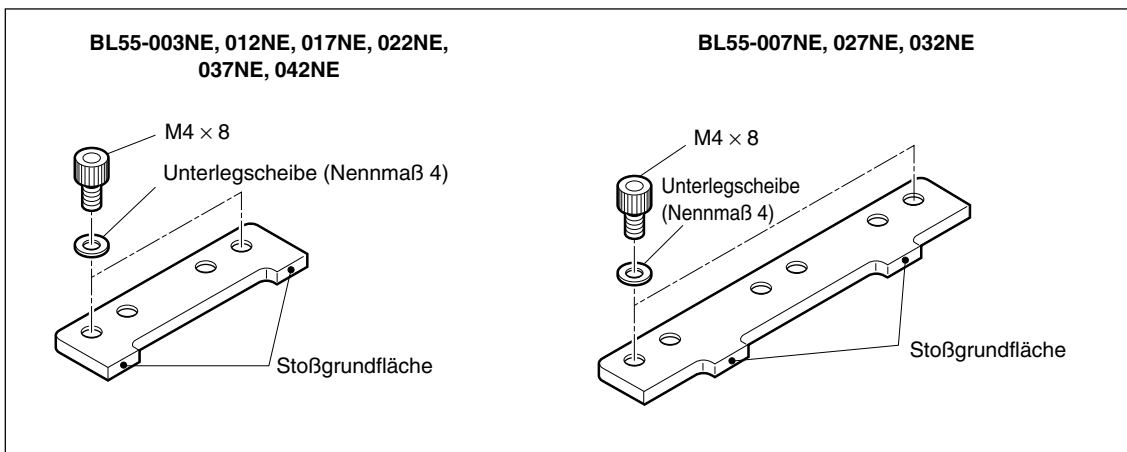

Abb. 3-3
- 4** Schieben Sie den Maßstab zwischen Maßstabsklammer und Montagefläche ein, während Sie seine Bezugsfläche (siehe Abb. 3-3) leicht gegen die Stoßgrundfläche drücken (Hinweis). Ziehen Sie die in der Abbildung mit A und B gekennzeichneten Schrauben der Maßstabsklammer schrittweise und abwechselnd an. (Verwenden Sie nur die linke Maßstabsklammer für Klammern mit zwei Schrauben, und die mittlere Maßstabsklammer für Klammern mit drei Schrauben.) (Endanzugsmoment: $1,4 \text{ N} \cdot \text{m}$)